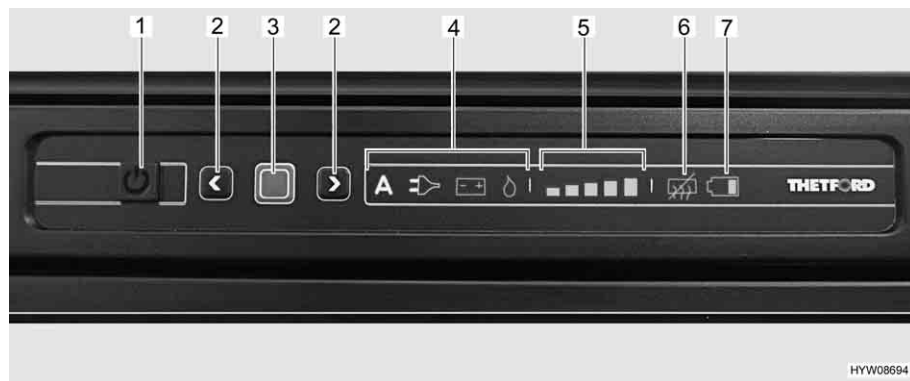

Bild 179 Kylskåp Thetford N3000 med lysdiod-reglage
- Tryck på på/av-knappen (Bild 179,1) i en sekund. Knappen tänds med grönt ljus. Efter ca 10 sekunder dimmas indikeringen automatiskt för att spara ström.
- Tryck på bekräftelseknappen (Bild 179,3). Det sist valda driftläge visas.
- Tryck ned bekräftelseknappen (Bild 179,3) i cirka 2 sekunder. Symbolen för driftläge blinkar.
- Manuellt energival: Med pilknapparna (Bild 179,2) väljer du önskad energikälla.
- Automatiskt energival (endast för utförande med automatiskt energival): Välj driftläget "A" med hjälp av pilknapparna (Bild 179,2).
- Bekräfta valet med bekräftelseknappen (Bild 179,3).
- Tryck på bekräftelseknappen (Bild 179,3) igen. Kylnivåindikatorn (Bild 179,5) blinkar.
- Ändra inställningen genom att trycka på pilknapparna (Bild 179,2) tills önskad inställning visas.
- Tryck på på/av-knappen (Bild 179,1) i cirka 2 sekunder. Alla lampor släcks. Kylskåpet är avstängt.
Kyltemperaturreglering När kylskåpet sätts på väljs automatiskt den sist valda termostatinställningen. Denna inställning kan ändras manuellt med pilknapparna (Bild 179,2). Det tar alltid några timmar innan man har en normal drifttemperatur i kylskåpet. Vid omkopplingen till ett annat driftläge, bibehålls termostatinställningen.